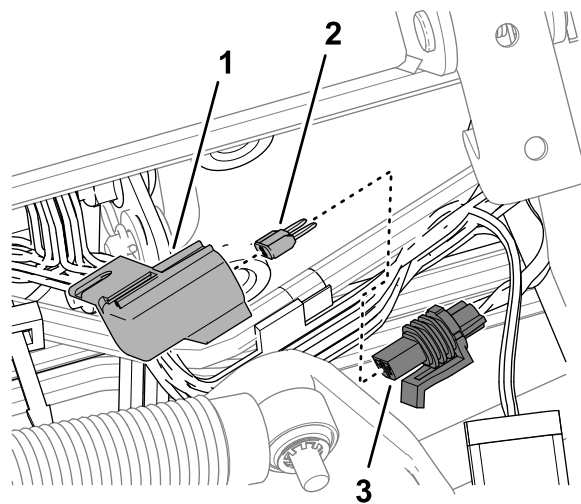

図 131
3. 10 A FUSE TELEMATIC PWR というラベルのついたインラインヒューズホルダーのキャップを外す 図 131。